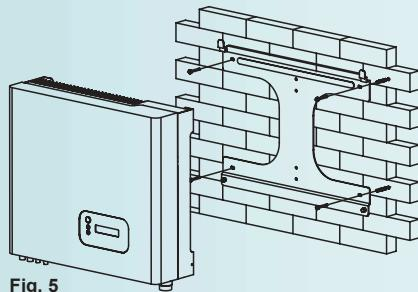
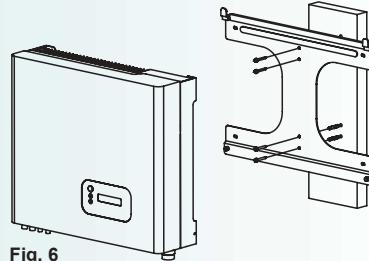

Fig. 5
Fig. 6
- Installez et fixez le support à l'aide des 4 vis de montage (Fig. 5 ou Fig. 6).